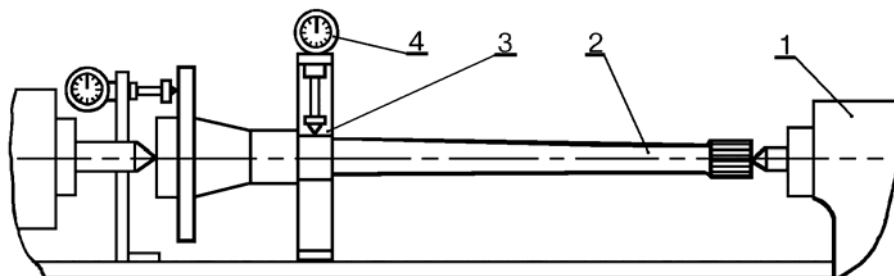

Рис.8. Установка полуоси для определения биения вала и торца фланца:
5.3 Установить полуось в прибор, определить точку максимального изгиба полуоси и отметить мелом, рис.8 (прибор ПБ-1400, штатив ШМ-ПВ-8 ГОСТ 10197, индикатор ИЧ-10 ГОСТ 577):
5.4 Установить полуось в прибор и проверить биение торца фланца, рис.8. При биении более 0,08 мм полуось выбраковать. При биении от 0,05 до 0,08 мм – выполнить проточку фланца полуоси: